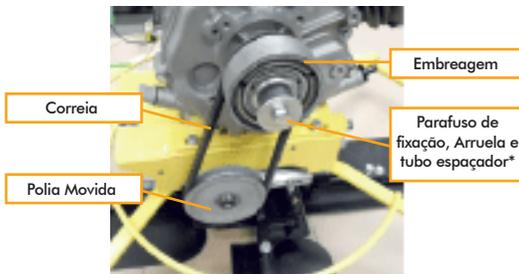

Fig. 7
5.3. Fixar a chave e embreagem no eixo do motor, logo após, colocar o tubo espaçador* (somente quando for o motor de 9HP), arruela e parafuso para fixação (Fig. 7 e 8). *Consultar lista técnica.
5.4. Posicionar a correia na embreagem e polia movida (Fig. 7 e 8), e após, regular a polia movida conforme necessidade, até ficarem devidamente alinhadas (Fig. 9):